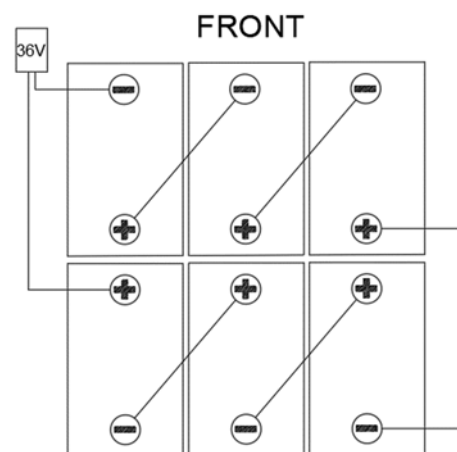

Figura 5
La máquina requiere seis baterías de 6 V, conectadas e instaladas en las posiciones que se muestran en la figura 5.
La máquina se entrega con los cables adecuados para instalar seis baterías de 6 V. Coloque con cuidado las baterías en el compartimiento y a continuación instálelas correctamente como se muestra en la figura 5. Coloque la plaqueta fija de la batería correctamente.
8. Pase e instale el cable de la batería como se indica en la figura 5 y apriete cuidadosamente la tuerca en cada uno de los terminales de la batería.